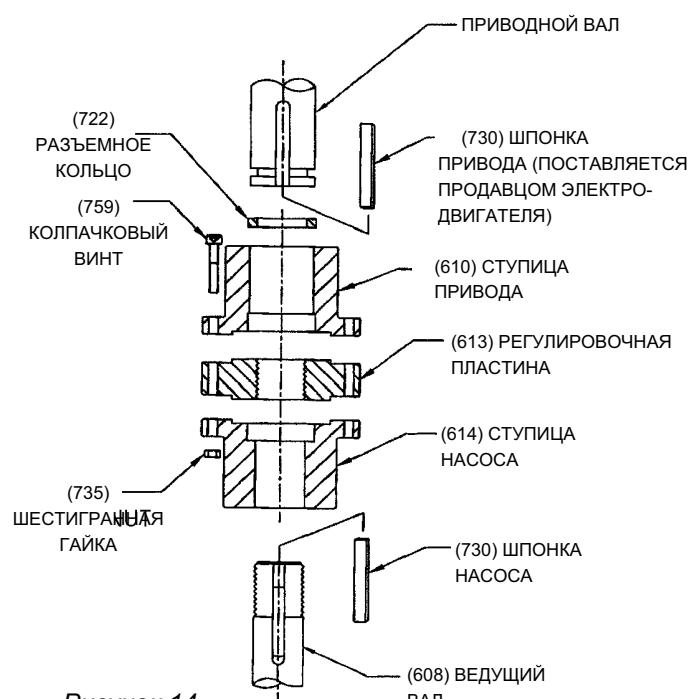
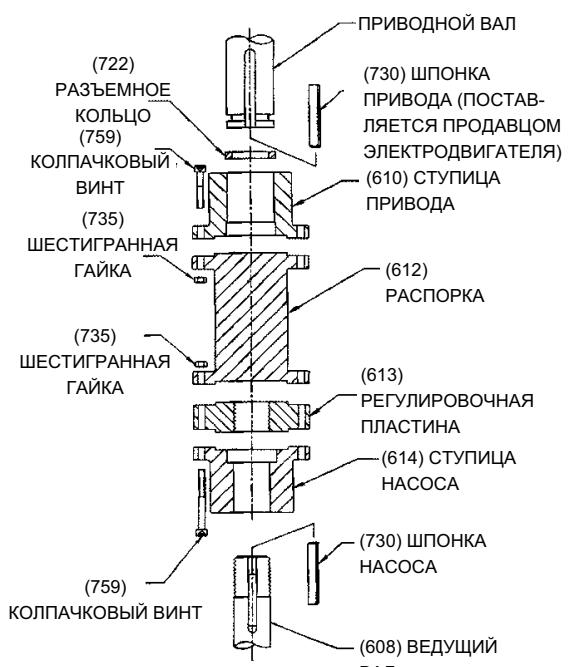

Рисунок 14
Рисунок 15
Муфта между приводным валом и валом нагнетательной головки может быть не распорного типа (см. рисунок 14), или распорного типа (см. рисунок 15). Последний используется на насосах, оснащенных механическим уплотнением, чтобы обеспечить обслуживание уплотнения без демонтажа привода.
- Nанести тонкий слой смазочного масла на шпонку привода (730) и вставить шпонку в седло шпоночной канавки вала привода. Поместить ступицу привода (610) на вал привода и с помощью шпонки сдвигать ее вверх по валу привода до тех пор, пока не будет открыт кольцевой паз. Установить разъемное кольцо (722) в паз и сдвинуть ступицу привода вниз на разъемное кольцо, чтобы удержать его.
- Если насос поставляется с регулируемой распорной муфтой (см. рисунок 15), установить распорку (612) между ступицами ведущего вала и приводного вала. Прикрепить колпачковыми винтами (759) и шестигранными гайками (735).